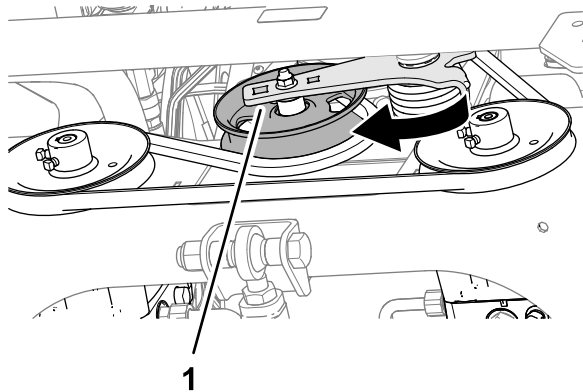

図 90
2. エンジン前側の下部で、アイドルテンションアームにソケットレンチまたはボールなどを差し込んでブラケットを上に移動させてベルトの張りを弱くする (図 90)。